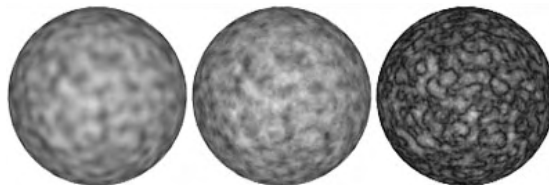

Fig.13.40
- Dans le champ **Type de bruit (Noise Type)**, sélectionnez l'option souhaitée (fig.13.40) :